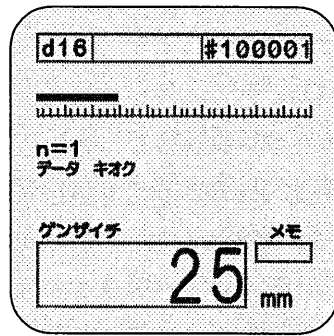

図28
- 今のかぶり厚さの測定結果が保存され、 $n=0$  が  $n=1$  に変わります。(図28参照)